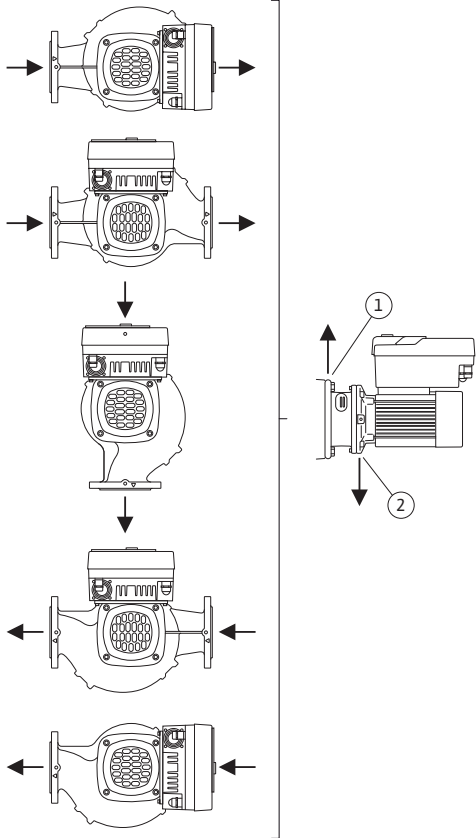

Fig. 16: Leistinos montavimo padėtys su horizontaliu velenu
- Kondensato anga varikliams su horizontaliu velenu turi būti apačioje (Fig. 16, poz. 2). Jei reikia, pasukite variklį.